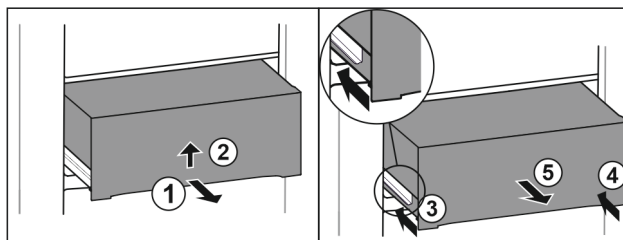

Fig. 33
- ▶ Træk skuffen halvt ud. Fig. 33 (1)
- ▶ Løft skuffen på undersiden. Fig. 33 (2)
- ▶ Skub den venstre skinne ind. Fig. 33 (3)
- ▶ Skub den højre skinne ind. Fig. 33 (4)
- ▶ Tag skuffen ud fremefter. Fig. 33 (5)